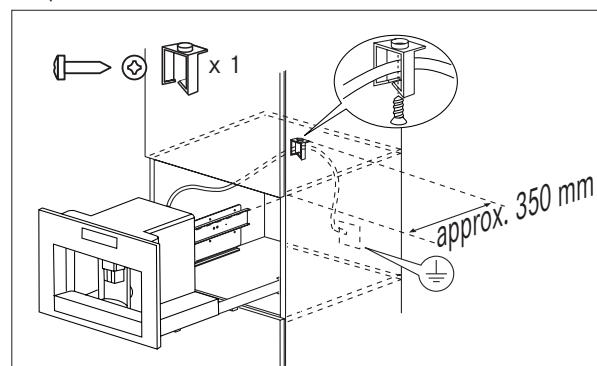

Рис. 6
- Зафиксируйте кабель питания зажимом (рис. 6). Длина кабеля питания должна быть достаточной для того, чтобы машину можно было извлечь из шкафа для наполнения контейнера для зернового кофе.